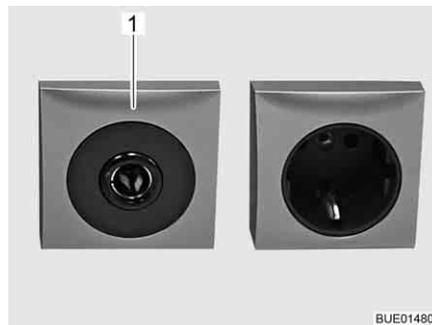

Fig. 129 Presa 12 V/10 A
- ▷ Alle prese (Fig. 129,1) della rete di bordo a 12 V, connettere solo apparecchi funzionanti al massimo a 10 A.